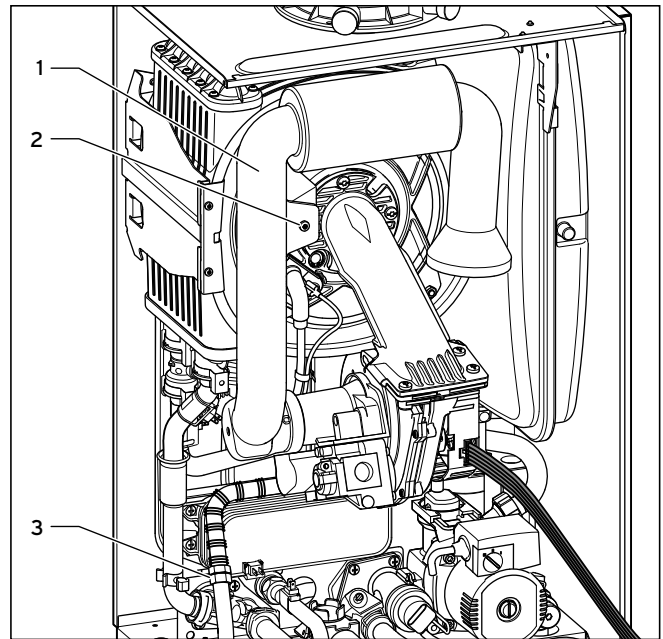

Рис. 8.7 Подсоединение газовой подводящей линии
- ▶ Проверьте герметичность газового тракта на патрубках подключения газа (3) и (11) с помощью аэрозоля для поиска утечек! (Рис. 8.7 и 8.8).
- ▶ Проверьте синее уплотнение воздуховсасывающей трубы (1) на правильность посадки, см. рис. 8.7.
- ▶ Насадите воздуховсасывающую трубу на всасывающий штуцер и закрепите ее стопорным болтом (2), см. рис. 8.7.